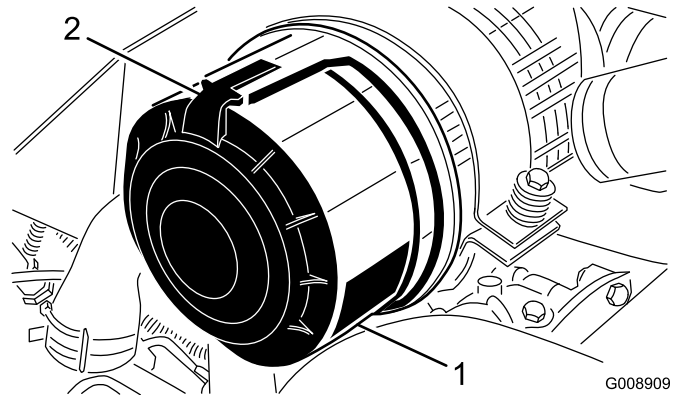

図 43
1. エアクリーナのカバーをボディに固定しているラッチを外す（図 43）。